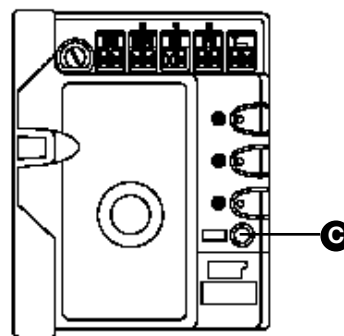

Figura 73
- 4 Presione el botón amarillo [C] de Figura 73 para efectuar una maniobra completa de apertura y después de cierre. Durante estas dos maniobras la central memoriza la fuerza necesaria en cada punto de la carrera.